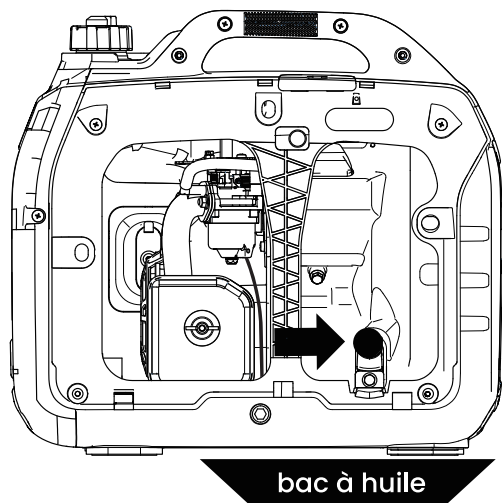

Figure 12: Placez le bac à huile sous le bouchon de remplissage/vidange d'huile.
4. Placez le bac à huile (ou un récipient approprié) sous le bouchon de remplissage/vidange d'huile (voir Figure 12).